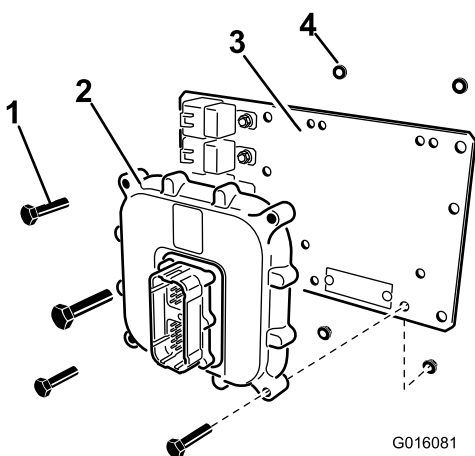

Bild 13
3. Befestigen Sie das ECU mit vier Schrauben (1/4 x 1-1/4") und vier Bundmuttern (1/4 Zoll) an der Montageplatte, wie in Bild 13 dargestellt.